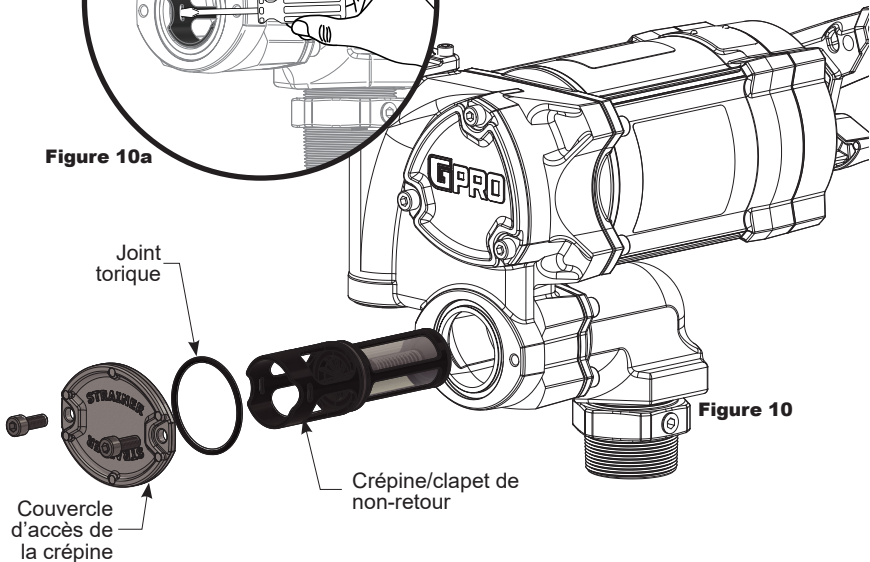

Figure 10
1. Éteignez la pompe et débranchez le câble d'alimentation. À l'aide d'une clé hexagonale de 6 mm, retirez le couvercle d'accès de la crépine, le joint torique et l'ensemble de la crépine/du clapet de non-retour, puis vérifiez s'il y a des dommages ou des obstructions (voir figure 10). Nettoyez la crépine avec une brosse à poils doux et du solvant. Si la crépine est très sale, il est possible d'utiliser de l'air comprimé. En cas de dommages, remplacez l'ensemble de la crépine/du clapet de non-retour.